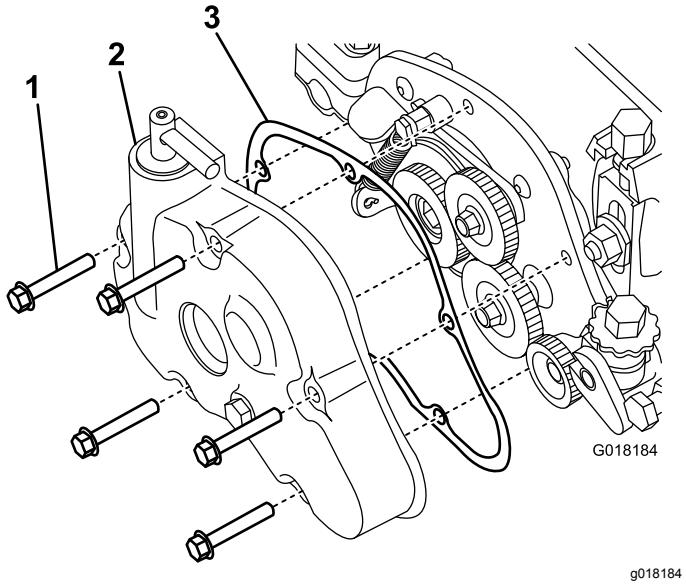

Figura 26
1. Rimuovete il coperchio della scatola ingranaggi dall'alloggiamento del groomer (Figura 26).